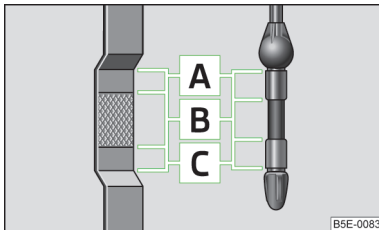

Abb. 136
- Liegt der Ölstand oberhalb des Bereichs **A** » Abb. 136 auf Seite 171, nicht weiterfahren! Den Motor abstellen und die Hilfe eines Fachbetriebs in Anspruch nehmen.
Der Ölmesstab zeigt den Motorölstand an » Abb. 136.
Der Ölstand darf keinesfalls oberhalb des Bereichs **[A]** » Abb. 136 liegen - es besteht die Beschädigungsgefahr der Abgasanlage!